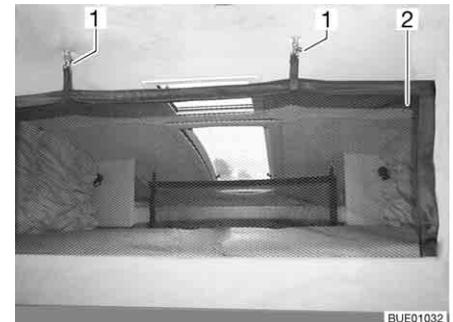

Bild 101 Hubbett mit aufgespanntem Sicherungsnetz
**Sicherungsnetz** Das Sicherungsnetz (Bild 101,2) mit den Sicherungsgurten liegt im Hubbett unter der Matratze. Das Sicherungsnetz erst aufspannen, wenn sich die Personen bereits im Hubbett befinden.
- Die Sicherungsgurte (Bild 101,1) in die Haken an der Decke einhängen.